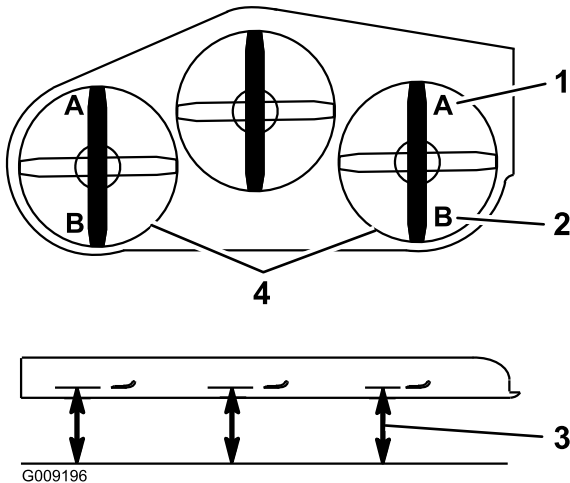

Figure 109
9. De chaque côté du tablier de coupe, mesurez la distance entre la surface plane et la pointe avant de la lame (position A), comme montré à la Figure 109.
15. De chaque côté du tablier de coupe, mesurez la distance entre la surface plane et la pointe arrière de la lame (position B), comme montré à la Figure 109.